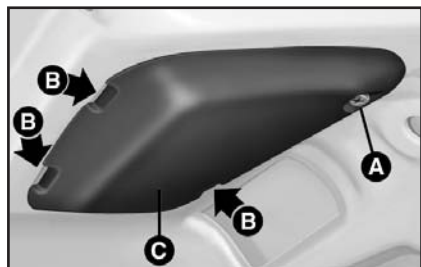

рис. 21
- 2) Выверните крепежные винты **А** (рис. 21), освободите стопорные язычки **В** и снимите крышку **С** с внутренней стороны двери багажника.